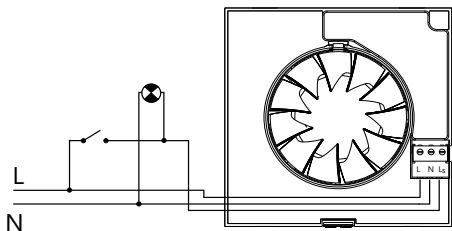
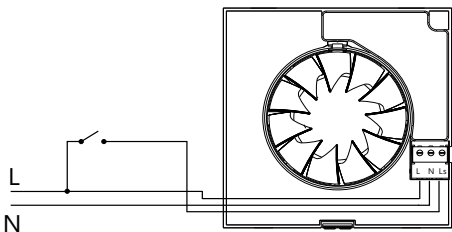
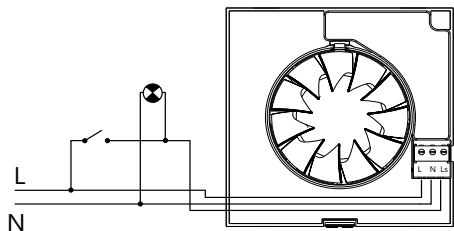

Fig.5
Fig.6
Fig.8
Вентилятор укомплектован регулируемым таймером задержки выключения. Таймер позволяет вентилятору работать в течение заданного времени после выключения света (Рис.5/Fig.5). Также возможно подключение вентилятора через независимый выключатель (Рис.6/Fig.6).
Вентилятор укомплектован четырехпозиционным автоматическим таймером задержки выключения. Таймер позволяет вентилятору работать в течение заданного времени после выключения света (Рис.5/Fig.5). Также возможно подключение вентилятора через независимый выключатель (Рис.6/Fig.6).
**Вариант 2:** Вентилятор работает в автоматическом режиме, как описано в Варианте 1, но, при уровне влажности в помещении ниже заданного значения имеет возможность принудительного включения через выключатель света (Рис.8/Fig.8) или через независимый выключатель (Рис.6/Fig.6). После выключения света вентилятора продолжит работать в течение времени заданного на таймере задержки выключения.